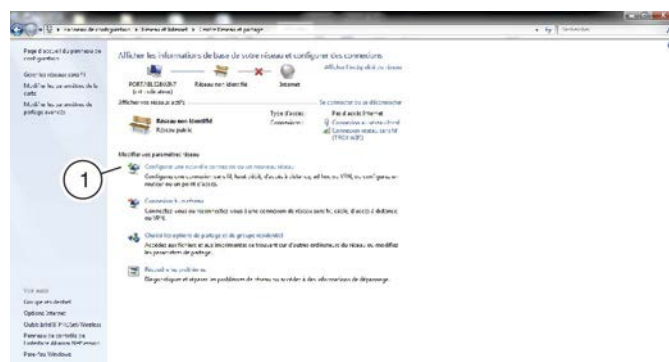

Fig. 38: Configuration d'une nouvelle connexion ou d'un nouveau réseau
2. ▶ Sélectionner « Configurer une nouvelle connexion ou un nouveau réseau » (Voir la Fig. 38/1).